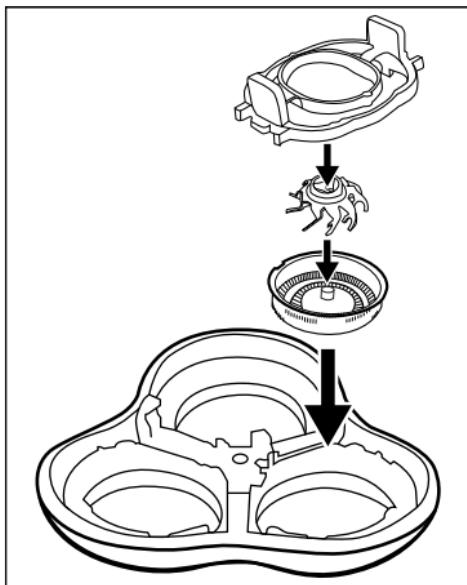

Fig. 4
- 4) Remontez l'unité de rasage **②**. Veuillez utiliser pour cela la figure suivante (voir fig. 4).